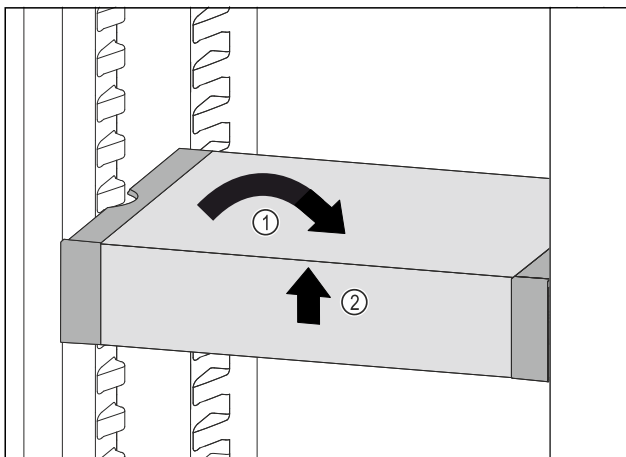

Fig. 74
- VarioSafe recht zetten. Fig. 74 (1)
- VarioSafe aan voorkant optillen. Fig. 74 (2)